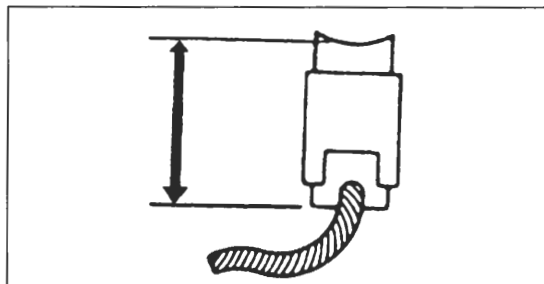

Bild 92
- ☞ Bürstenlänge messen, Verschleißgrenze 9 mm (Bild 92).